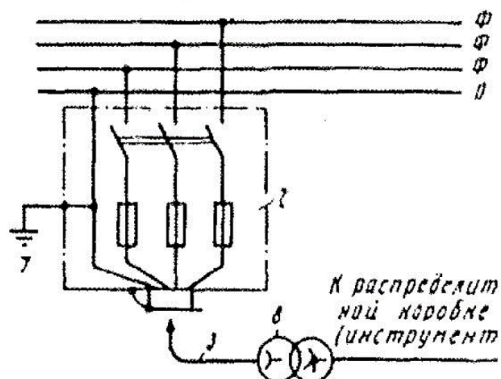

Рис. 4. Схема агрегата № 9
14. Для чего необходим агрегат № 9, изображенный на схеме рис. 4